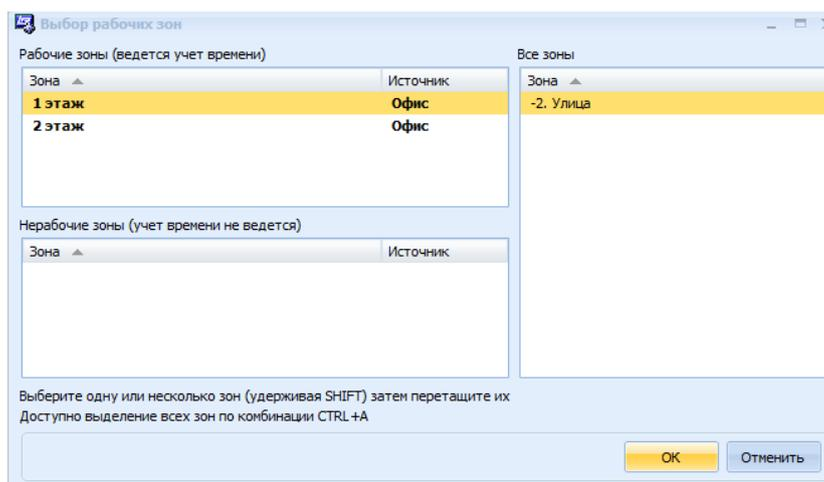

Рисунок 23.9 Окно «Выбор рабочих зон»
- **Рабочие зоны** – необходимо выбрать зоны, в которых будет считаться рабочее время у сотрудников данного объекта. Для этого нужно нажать кнопку **Изменить**. В открывшемся окне «Выбор рабочих зон», следует перетащить нужные зоны из поля «Все зоны» в поле «Рабочие зоны» и нажать **ОК** (Рисунок 23.9).